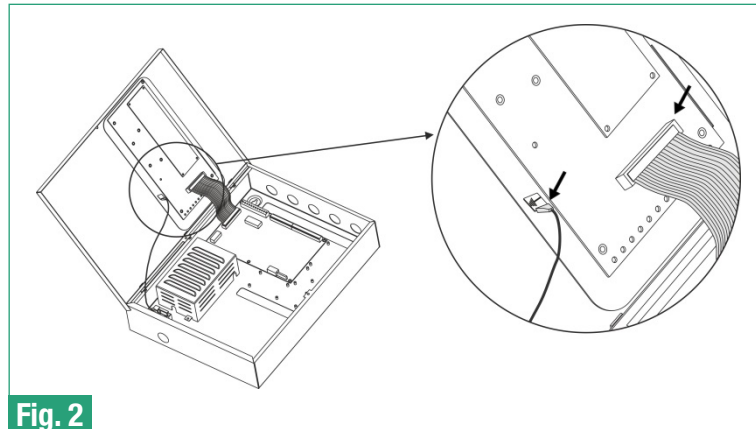

Fig. 2
- Open het frontdeksel en verwijder de flatcable voor de indicatie en de aardingsdraad (fig. 2).
- Sluit de flatcable voor de indicatie en de aardingsdraad aan de indicatie-PCB aan (fig. 2).